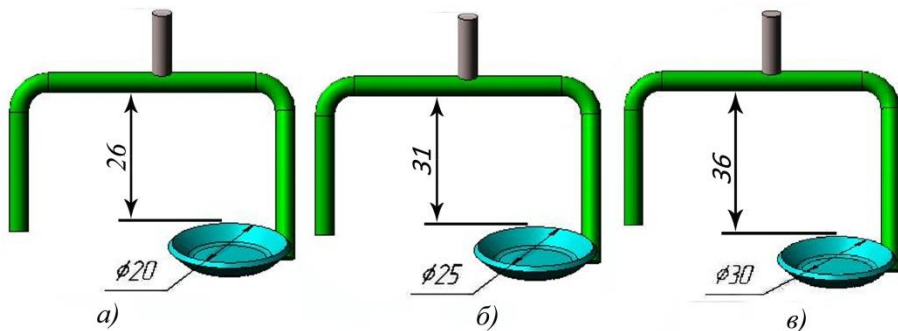

Рисунок 10 – Сменные ложечки
3.9.5 Для регулировки высаживающего аппарата под различные фракции семян используются сменные ложечки (рис. 10).
- 10 ... 15 мм используйте ложечку рис. 10а;
- 15 ... 20 мм – ложечку рис. 10б;